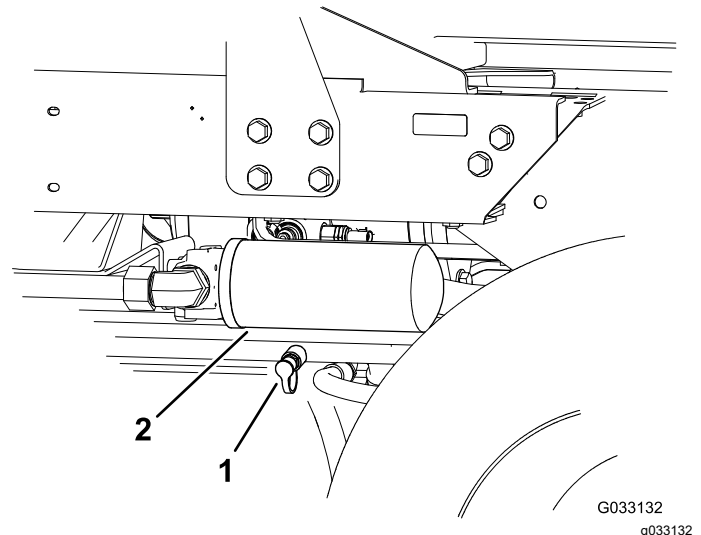

Figura 64
2. Collegate un flessibile idraulico tra il raccordo diagnostico montato sul collettore della trazione posteriore e il foro diagnostico della pressione della trazione in retromarcia (Figura 64).